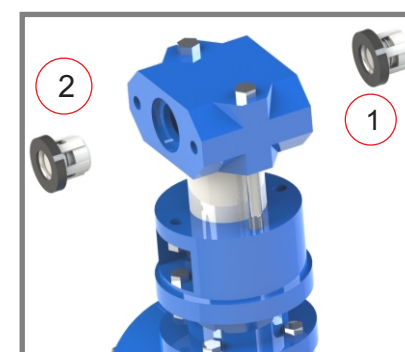

Fig. 34
Sua retirada é conseguida prendo-a com o polegar e o indicador e com movimentos para cima e para baixo deslocando-a do cabeçote. (Fig.34)
Sua retirada é conseguida utilizando uma chave de fenda que afasta o corpo da válvula e se aloja na parte de traz do assento da válvula, permitindo assim forçá-la para fora. (Fig.34)
- Obs.** Ao encaixar novamente as válvulas nos cabeçotes, atentar-se ao sentido e forma de colocar as mesmas, seguindo orientação da fig. 34 da página 28.